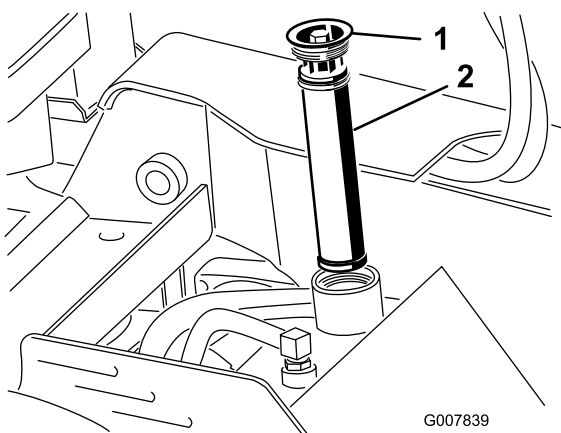

Figure 56
5. Nettoyez la surface autour du goulot de remplissage du réservoir de liquide hydraulique et enlevez le bouchon et le filtre du goulot de remplissage à l'aide d'une clé (Figure 56).
5. Enlevez le bouchon de remplissage du réservoir de liquide hydraulique ainsi que le filtre (Figure 56).
10. Mettez en place le filtre hydraulique et le bouchon de remplissage (Figure 56), et serrez le boulon sur le dessus à un couple de 13 à 15,5 N·m.